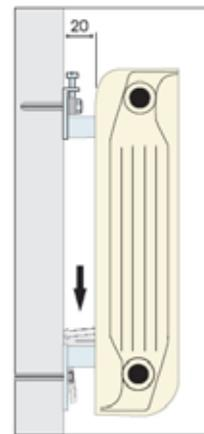

fig. 3
- 6) Abaissez les fixations inférieurs dans les interstices séparant les éléments après avoir mis le radiateur à la verticale. Vissez fermement au mur (fig. 3). A l'aide des vis de régulation des supports supérieurs, effectuez la mise à niveau (si besoin, utilisez un niveau à bulle, non fourni), puis verrouillez fermement les vis de régulation jusqu'au blocage complet.